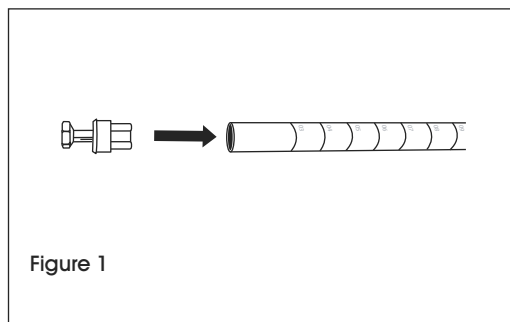

Figure 1
1. Positionnez le montant comme illustré. (Voir Figure 1)